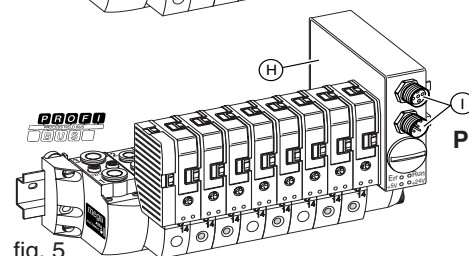

fig. 5
■ PROTOCOLO PROFIBUS-DP (fig. 5)